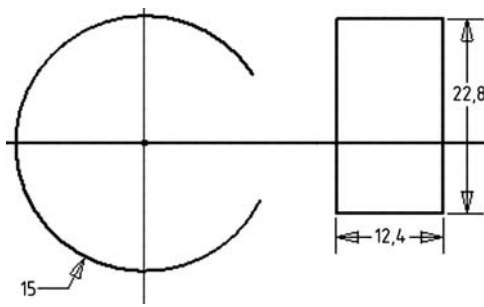
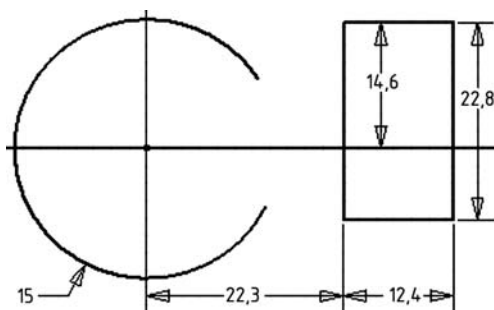

Рис. 7
Рис. 8
- Из *Панели построений* выбираем **Размеры** и ставим на прямоугольник размерные линии, показывающие габариты (рис. 7), затем – размерные линии расположения относительно начала построения, т.е. от центра дуги окружности, до соответствующих сторон прямоугольника (рис. 8).